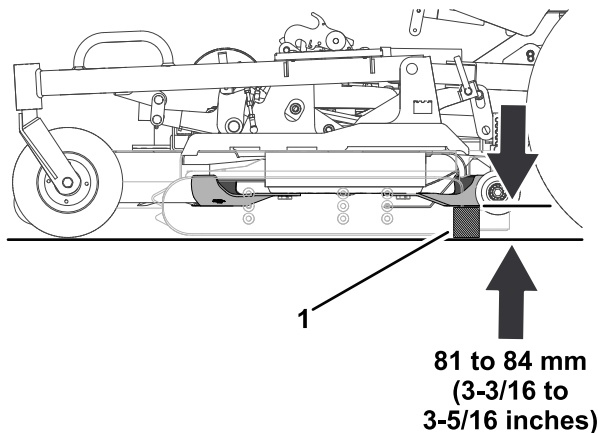

Figura 127
5. Meça a distância entre o solo e o ponto mais traseiro da extremidade de corte da lâmina com um bloco de grau (Figura 127).